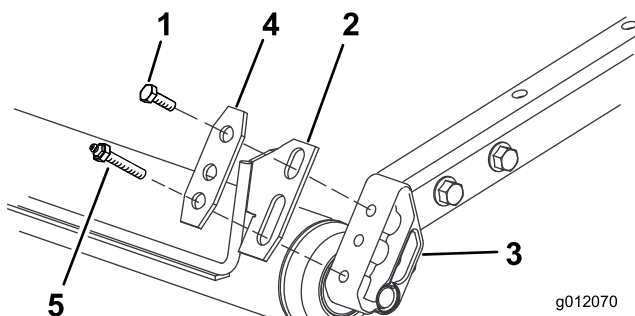

図 1
3. 先ほど取り外したグリス・ニップル/ボルトとボルト (3/8 x 3/4 インチ) を使って、それぞれのローラ・マウントの左右にスクレーパとスクレーパ・プレートを仮止めする (図 1)。